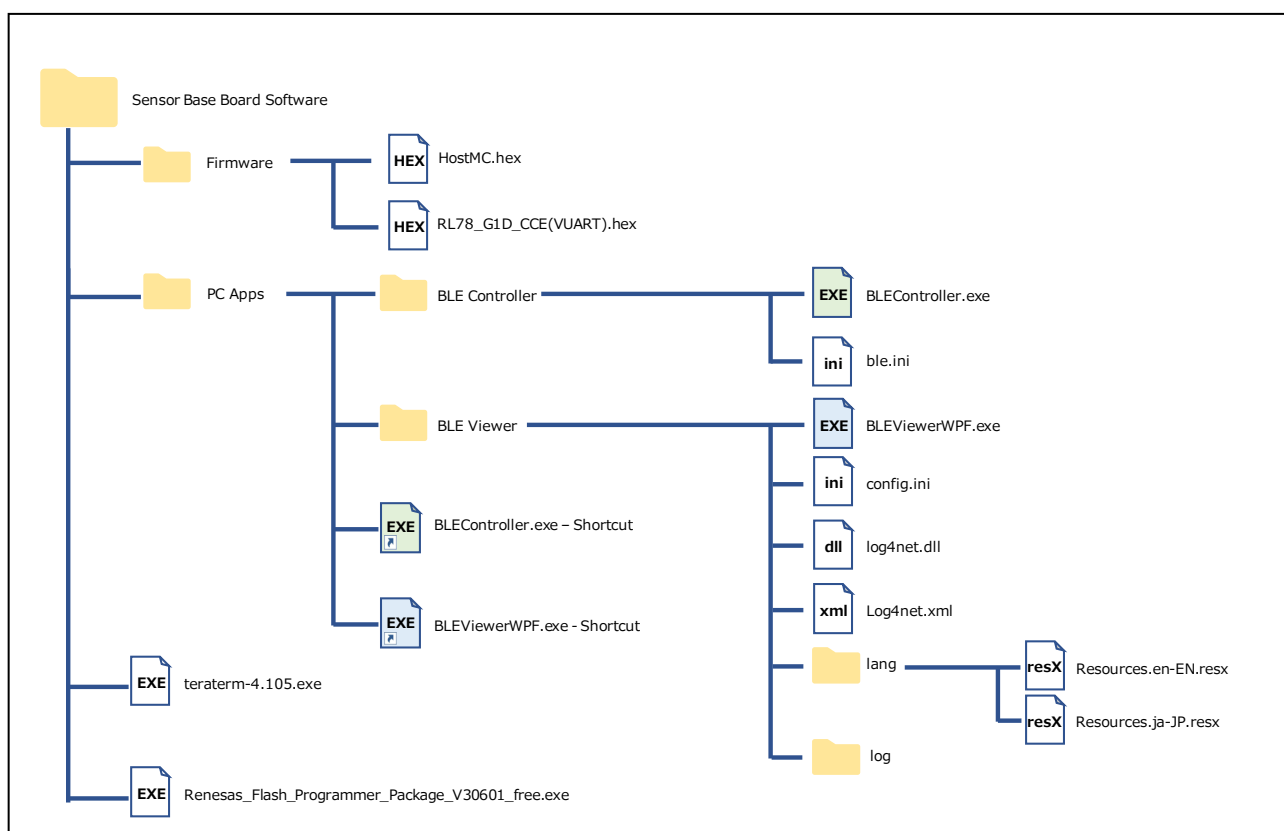

Figure4-1-1. フォルダ構成
①PC アプリの実行ファイルが入っているファイル一式“Sensor Base Board Software”を PC に任意の場所に格納してください。ファイルの構成は Figure4-1-1 の通りです。